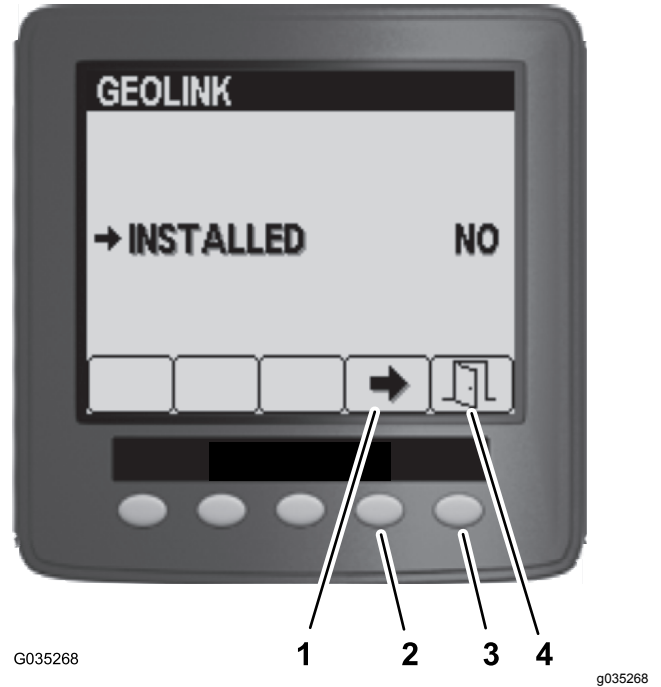

Figure 98
5. Dans le menu GeoLink, appuyez sur la touche 4 pour sélectionner l'option Non, puis appuyez sur la touche 5 sauvegarder votre réglage et quitter le menu (Figure 98).